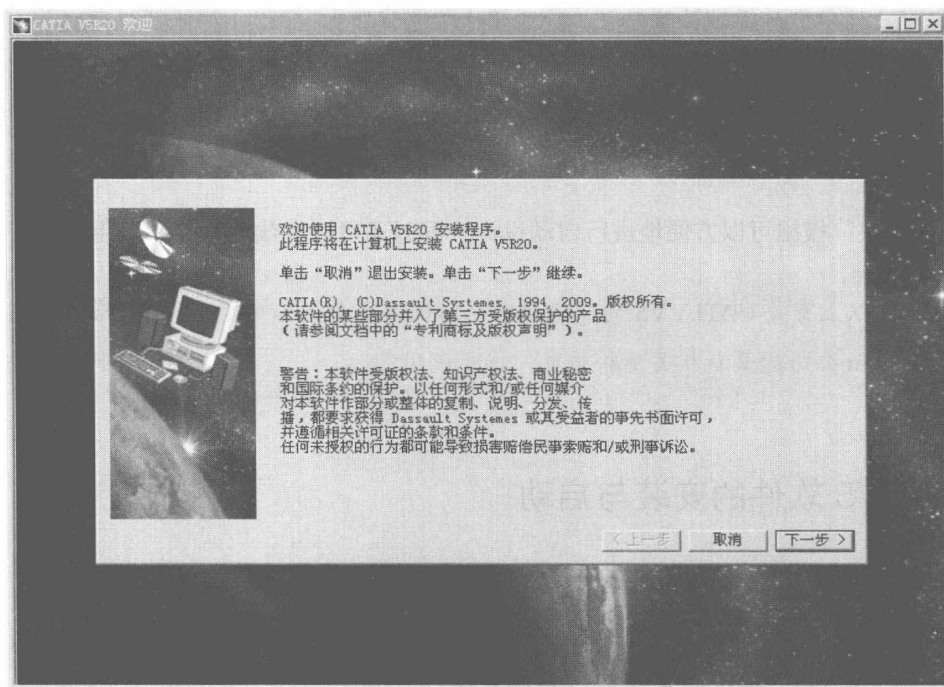

图 1.2.2 “CATIA V5R20 欢迎”对话框
如果用户使用的是中文版的 CATIA 软件，则没有此步操作，系统直接弹出如图 1.2.2 所示的“CATIA V5R20 欢迎”对话框。
**步骤 02** 系统弹出如图 1.2.2 所示的“CATIA V5R20 欢迎”对话框，单击  按钮。